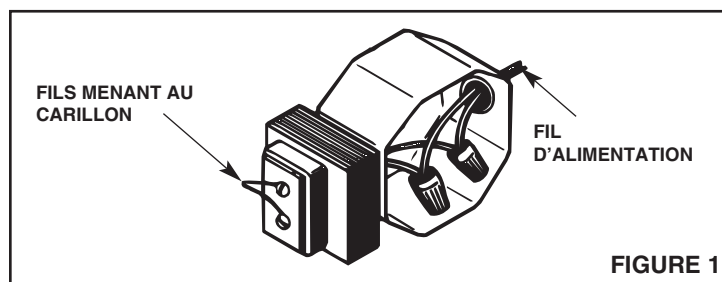

FIGURE 1
2. Veuillez consulter la figure 1. Monter le transformateur à une boîte de raccordement située à un endroit pratique. Ne monter pas le transformateur au grenier.